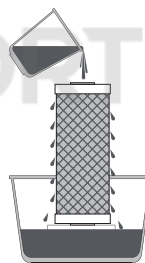

Рис. 12
4. Поставьте картридж в мойку или емкость небольшой высоты и залейте через горловину внутрь картриджа приготовленный раствор лимонной кислоты небольшими порциями, давая ему вытекать через стенки картриджа (рис. 12). Процедуру повторять до тех пор, пока вытекающий через стенки картриджа раствор не станет прозрачным.
7. Поставьте картридж в мойку или емкость небольшой высоты и залейте небольшими порциями внутрь картриджа через горловину около 3 литров воды, давая ей вытекать через стенки картриджа (рис. 12).